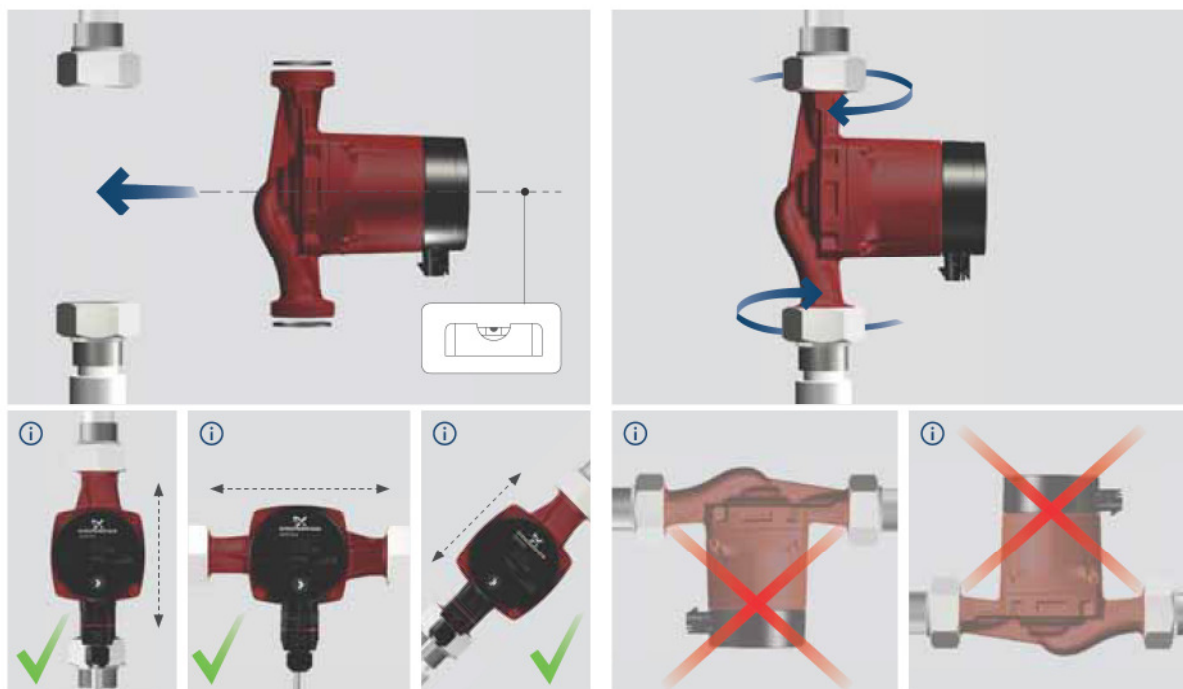

Fig. 4 Installation du GRUNDFOS ALPHA1
- Installer le circulateur avec l'arbre moteur horizontal. Voir fig. 4.